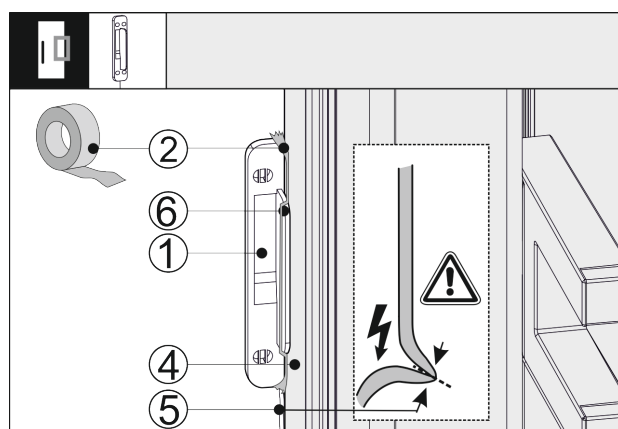

Fig. 41
- Postavite senzor kucanja Fig. 41 (1) na bočnu stranu vrata uređaja Fig. 41 (4) tako da graničnik Fig. 41 (6) naliježe Fig. 41 (4) na vrata uređaja. Senzorski je kabel Fig. 41 (5) lagano zategnut i isto tako naliježe na Fig. 41 (4) vrata uređaja.
- Senzor kucanja Fig. 41 (1) fiksirajte Fig. 41 (2) ljepljivom trakom. Senzor kucanja poslije se vijcima učvršćuje na prednju stranu elementa.